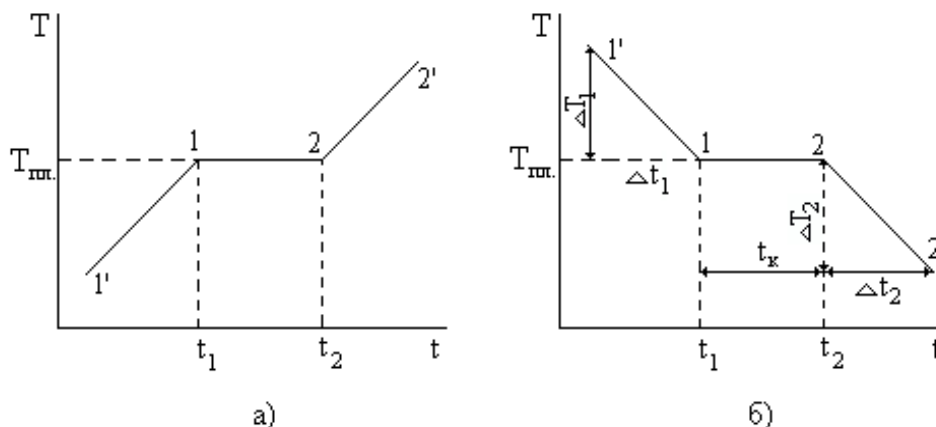

Рис.3
5. По результатам таблицы 1 постройте график $T = f(t)$ - диаграмму плавления образца. Выделите на диаграмме линейные участки 1' - 1, 1 - 2 и 2 - 2' (см. рис. 3б)
7. Вычислите скорости нагревания $x_1 = (\Delta T_1/\Delta t_1)$ и $x_2 = (\Delta T_2/\Delta t_2)$, соответствующие участкам 1' - 1 и 2 - 2' вблизи кристаллизации, а также среднее значение $\Delta T/\Delta t = x = (x_1 + x_2)/2$ и погрешность $\Delta x = (x_1 - x_2)/2$. Время кристаллизации (см. рис.3) $t_k = t_2 - t_1$. В качестве оценки погрешности для t_k можно взять интервал между измерениями температуры образца ($\Delta t_k = 2$ сек).
8. Вычислите по формуле (3) удельную теплоту плавления λ и ее погрешность;